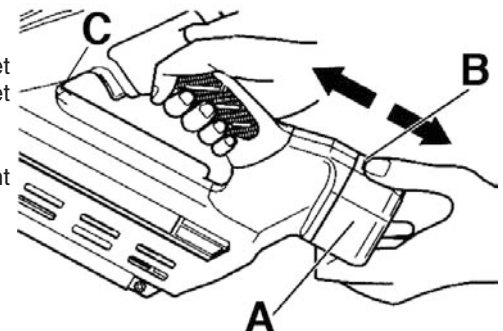

Figure 2
Installation de la batterie: Aligner la batterie (A) Fig.2 avec la rainure du manche de l'outil et glissez-la à l'intérieur. Insérez-la complètement jusqu'à ce que le loquet de la batterie (B) clic et verrouille la batterie.
Enlèvement de la batterie: Retirez la batterie (A) Fig.2 de la manche de l'outil tout en appuyant sur le loquet de la batterie (B).
Cette cloueuse comprend un voyant lumineux de la batterie (C) Fig.2.